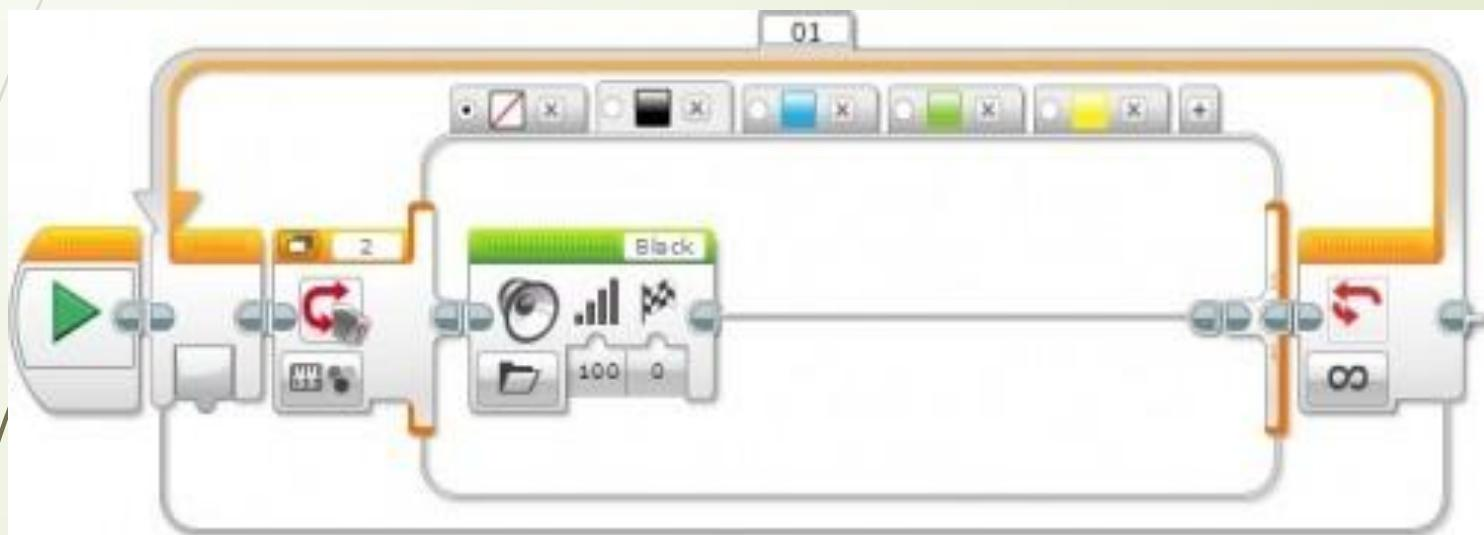

Рис. 5
- Осталось вставить наш настроенный программный блок "**Переключатель**" внутрь программного блока "**Цикл**" Оранжевой палитры. Программа готова! Загрузим её в робота и протестируем работу! (**Рис. 5**)